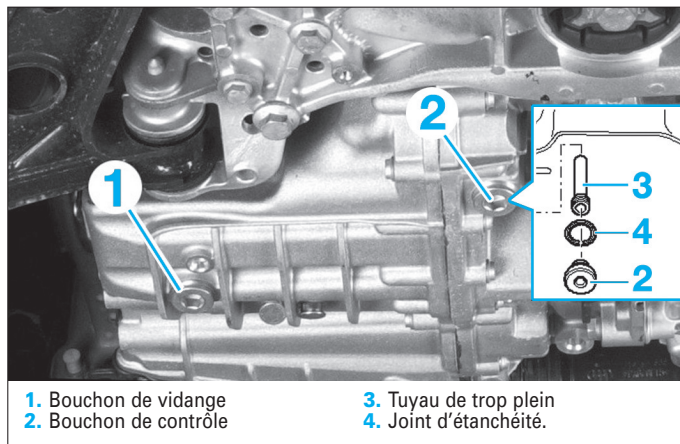

Fig. 5
Il est préférable de vidanger la transmission à chaud (huile à 60 °C maximum), afin d'éliminer le maximum d'impuretés. Le bouchon de vidange (1) a été supprimée à partir d'une certaine date de fabrication de la boîte de vitesses. La vidange s'effectue donc en déposant le bouchon de contrôle (2) et le tuyau de trop plein (3) (Fig.5).
- Déposer le bouchon de vidange (1) du carter et laisser s'écouler l'huile (Fig.5).
- Reposer le bouchon de vidange (1) avec un joint neuf et le serrer au couple prescrit.
- Déposer le bouchon de contrôle (2).
- Déposer le tuyau de trop plein (3) et laisser s'écouler l'huile.